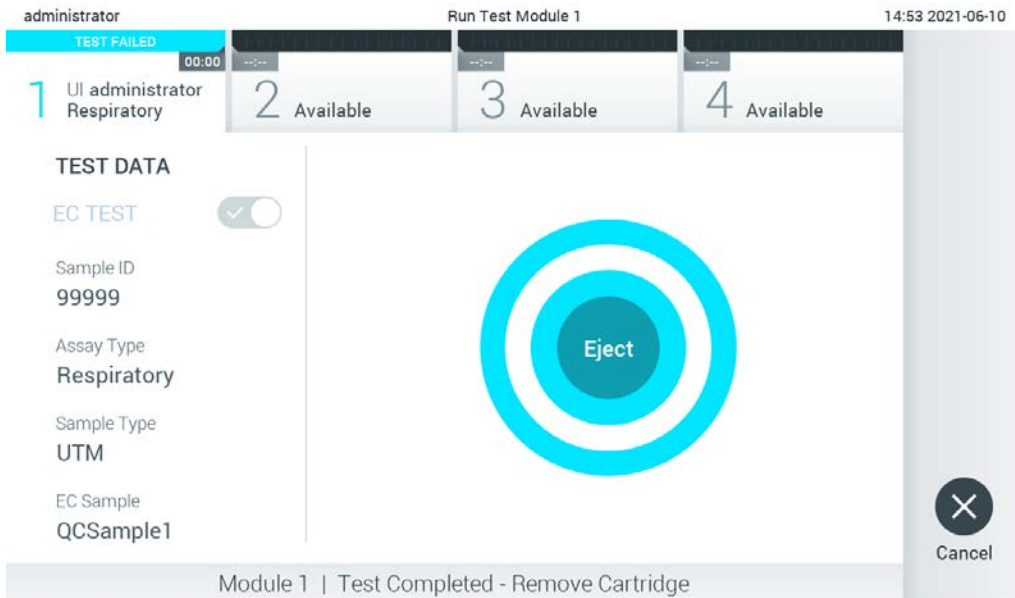

Figura 95. Afișarea ecranului Eject (Scoatere).
7. După finalizarea rulării testării, va apărea ecranul **Eject** (Scoatere) (Figura 95, pagina următoare). Apăsați **Eject** (Scoatere) pe ecranul tactil pentru a scoate cartușul de test QIAstat-Dx și eliminați-l ca biodeșeu periculos, în conformitate cu toate regulamentele și legile naționale, regionale și locale privind sănătatea și securitatea în muncă.